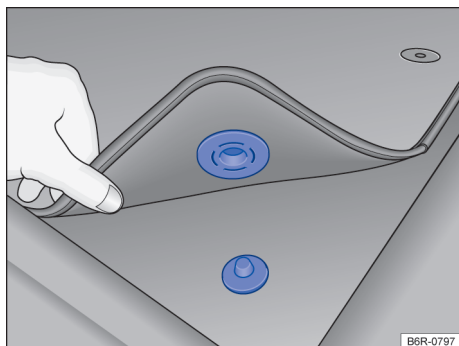

Fig. 23 Tapete dianteiro do lado do condutor com fixação no pino do carpete.
- ✓ Acomodar bem o tapete na área para os pés do lado do condutor de modo que não obstrua a área dos pedais. Dependendo da versão do veículo, o tapete dianteiro do lado do condutor pode ter fixação no pino do carpete → Fig. 23.